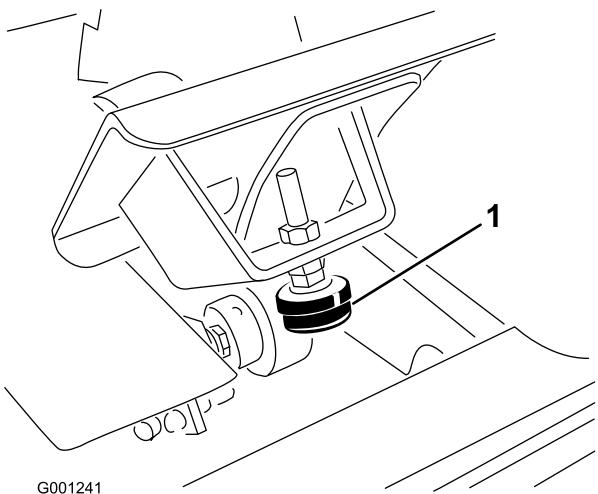

図 66
1. 走行ペダルの調整状態を調べる。ポンプがフル・ストロークに達する直前に、ペダル・ストップ（図 66）が床に当たればよい。